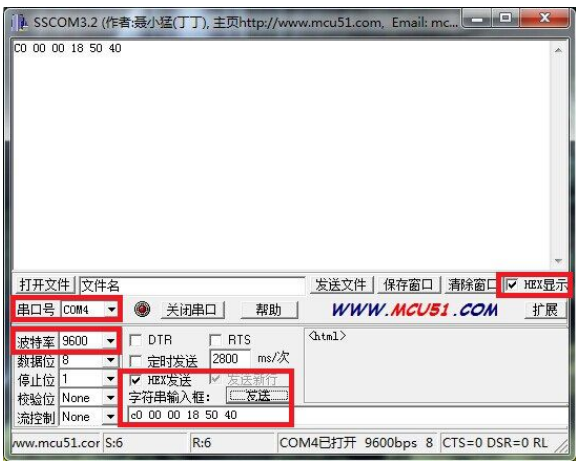

图 18 串口助手及参数操作
- 使用串口助手，应选择与模块相对应的串口，并选择波特率 9600，勾选 HEX 发送及 HEX 显示，如图 18 所示。